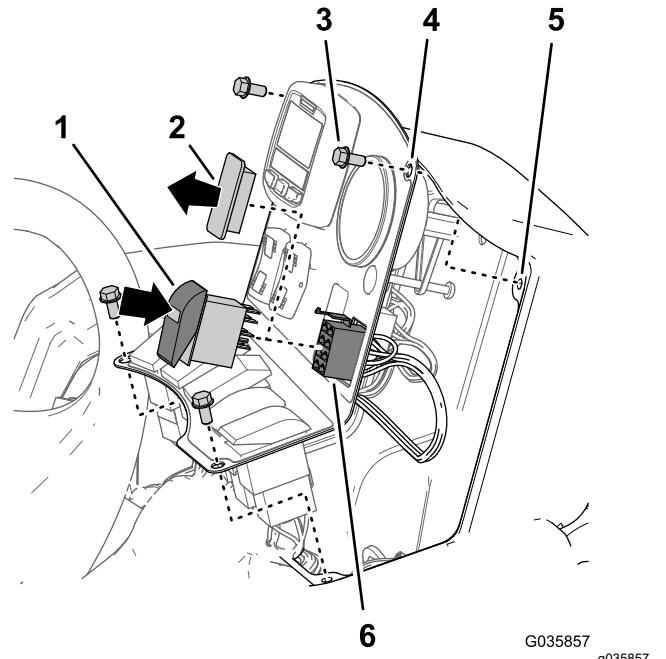

Figure 36
- S'ils sont présents, retirez les 4 boulons à embase ($\frac{1}{4}$ " x $\frac{1}{2}$ ") qui fixent le panneau de commande sur la console, comme montré à la Figure 36.
- Retirez le cache à l'emplacement de l'interrupteur dans le panneau de commande de la console (Figure 36).
- Faites passer le connecteur à 8 douilles du faisceau du kit de finition pour rampes soniques par l'ouverture dans le panneau de commande (Figure 36).
- Branchez le connecteur à 8 douilles du faisceau du kit de finition pour rampes soniques étiqueté SONIC MODE MANUAL vs. AUTO sur l'interrupteur à bascule (Figure 36).
- Insérez l'interrupteur à bascule dans l'ouverture du panneau de commande jusqu'à ce qu'il s'enclenche solidement en place (Figure 36).
6. Alignez les trous dans le panneau de commande et les trous au sommet de la console (Figure 36).
7. Fixez le panneau à la console à l'aide des boulons (Figure 36) que vous avez retirés à l'opération 1.